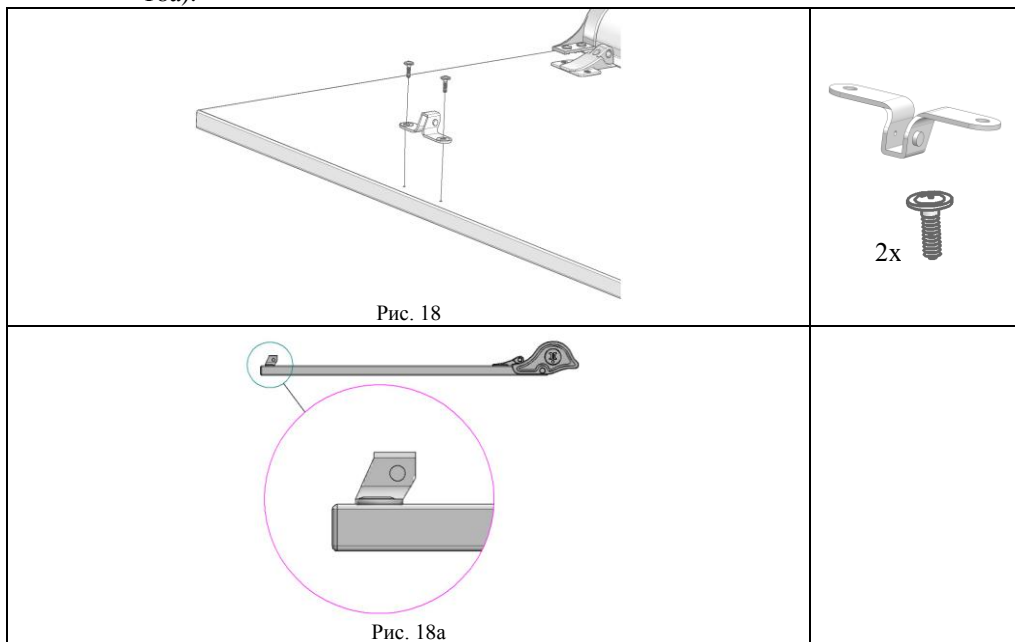

Рис. 18
4.5.6. К сборке по п. 4.5.5. прикрутить с помощью саморезов с прессшайбой (поз. 2, пакет № 75) кронштейн верхний (поз. 3, пакет №9а), (см. рис. 18, 18а).
Рис. 18а